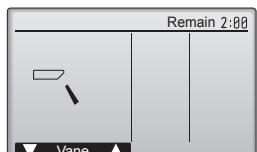

Fig. 6-6
- ① Проверьте автоматический режим с помощью кнопок **F1** **F2**. (Fig. 6-6)
- ② Нажмите кнопку **✓** для возврата в режим Test run operation (Тестовый прогон).
- ③ Нажмите кнопку **⊕**.